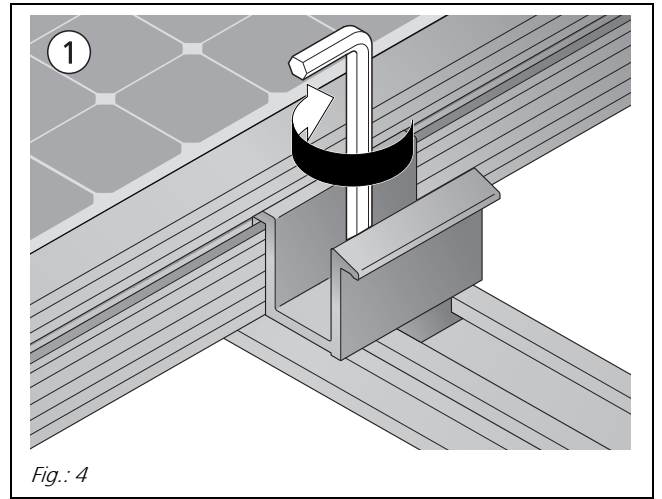

Fig.: 4
- ➔ Pour le montage des modules avec cadre, nous recommandons la pince de module innoframe de Solar-Fabrik AG (voir Fig. 4 et 5).